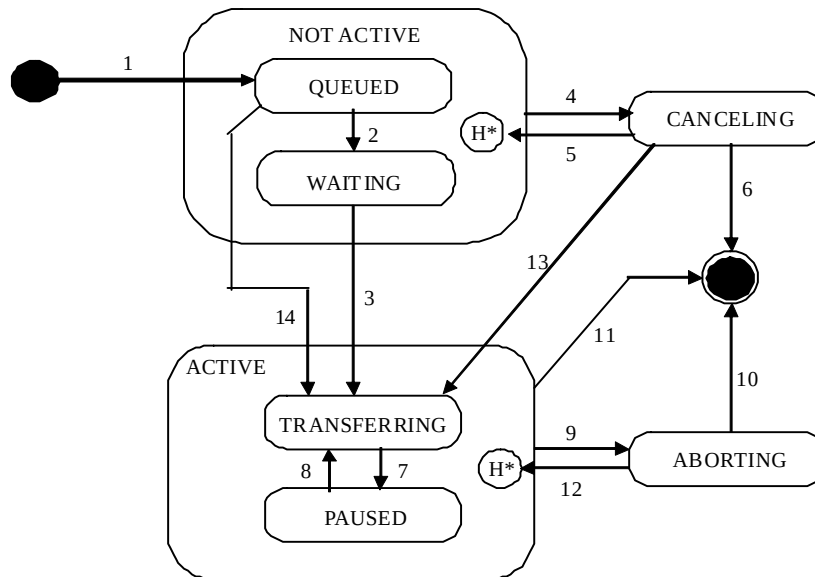

図 3
6.3.2.1 AMHS SEM準拠の搬送装置に関するTRANSFERコマンド状態モデルは図 3 に詳細に記されている。